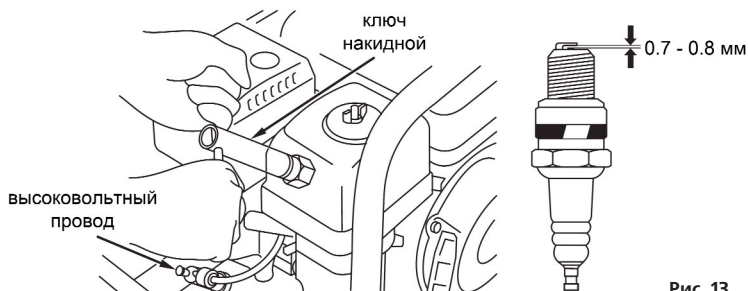

Рис. 13
- вывернуть свечным накидным ключом и осмотреть свечу. Юбка свечи (между керамической частью и металлической частью) должна иметь желтовато-коричневый цвет (см. рис. 13).